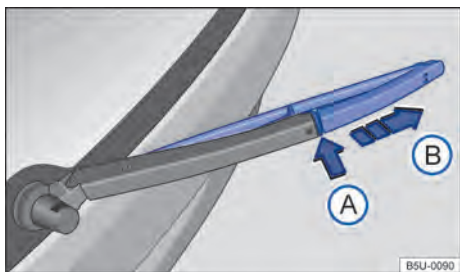

Fig. 175 Substituir a palheta do limpador do vidro traseiro.
- Manter a tecla de destravamento → Fig. 175 (A) pressionada e, ao mesmo tempo, retirar a palheta dos limpadores do para-brisa no sentido da seta.
- Retirar a palheta do limpador do vidro traseiro no sentido da seta (B).